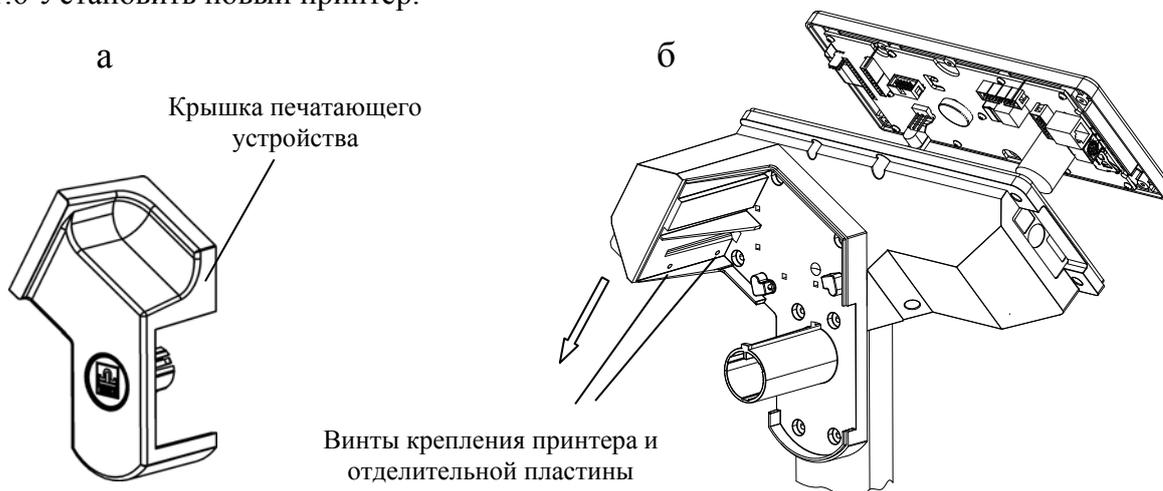

Рис. 6.8 - Замена принтера.
6.3.7.1.1 Снять крышку печатающего устройства (рис.6.8а).
6.3.7.1.2 Отвинтить два винта крепления принтера и отделительной пластины (рис.6.8б).
6.3.7.1.3 Отвинтить винты крепления крышки блока управления к корпусу (рис.6.8б).
6.3.7.1.5 Вынуть принтер вместе с кабелями из корпуса печатающего устройства в направлении указанном стрелкой (рис.6.8б). Отсоединить от принтера разъем (16 контактов) CON-кабеля.
6.3.7.2.1 Снять крышку печатающего устройства (рис.6.8а).
6.3.7.2.2 Отвинтить два винта крепления принтера и отделительной пластины (рис.6.8б).
6.3.7.2.3 Вынуть принтер вместе с кабелями из корпуса печатающего устройства в направлении указанном стрелкой (рис.6.8б). Отсоединить от принтера разъем (16 контактов) CON-кабеля.